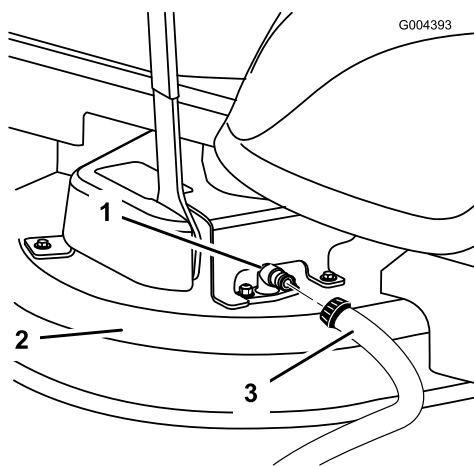

Figura 59
3. Montate il tubo flessibile sul raccordo di lavaggio del tosaerba, quindi aprite il rubinetto per erogare un getto forte (Figura 59).